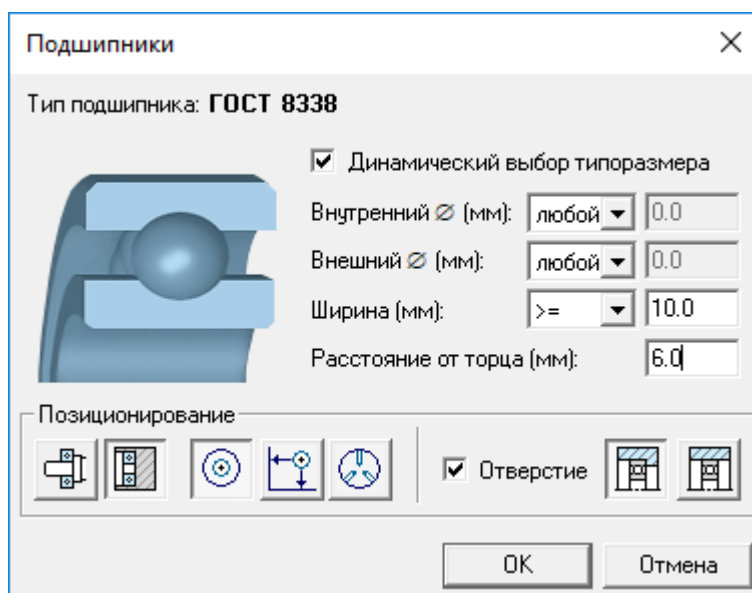
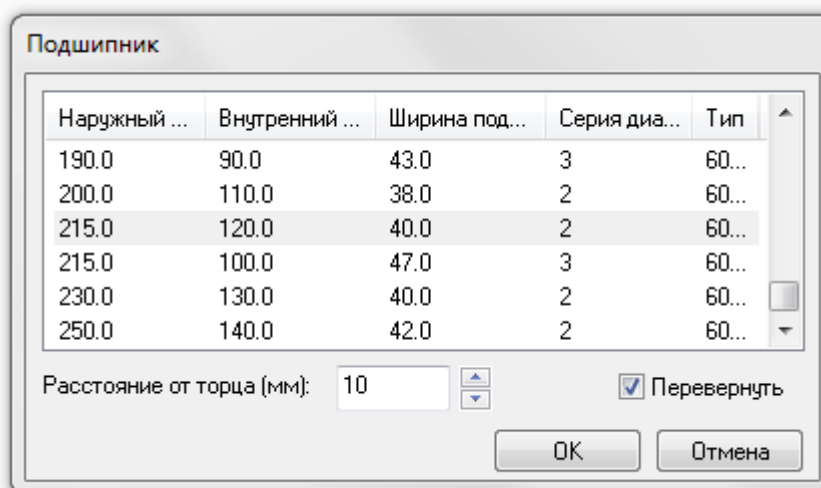

Рисунок 3-34
Рисунок 3-37
Тип и параметры размещения подшипников определяются в диалоговом окне, которое появляется после вызова команды **Инструменты/Cadmech/Подшипники** (Рисунок 3-34).
**Динамический выбор** - Рисунок 3-34. Типоразмер подшипника выбранного в слайдовом меню, может подбираться динамически (переключатель включен) или из таблицы **IMBASE** (переключатель выключен).
**Позиционирование** - Рисунок 3-34. С помощью переключателя в секции **Позиционирование** пользователю необходимо определить тип установки: **на вал** или **в корпус**. При выбранной установке **в корпус** дополнительно потребуется определить необходимость генерации отверстия и способ позиционирования («соосно», от «2-х ребер» или «радиально»).
**Расстояние от торца** - Рисунок 3-34. Данный параметр определяет расстояние между базовой плоскостью размещения и торцом подшипника.
После определения базовых элементов появится окно со списком типоразмеров подшипников, доступных в базе данных IMBASE (Рисунок 3-37), причем в этот список попадут только те типоразмеры, которые имеют внутренний диаметр, больше либо равный диаметру указанного базового цилиндра.
Данный список можно отфильтровать не только по внутреннему диаметру, но и по другим параметрам. В качестве возможных условий можно указать фильтр по внутреннему и внешнему диаметрам, а также по ширине подшипника (любой, >= - больше либо равно, <= - меньше либо равно). Для определения фильтра установите курсор в требуемое поле диалогового окна (Рисунок 3-34), задайте значение и укажите условие выбора.
При размещении подшипника накладывается ассоциативная связь с элементом вала, на который он устанавливается (Рисунок 3-34). Например, при изменении типоразмера подшипника автоматически изменяется диаметр шейки вала и осуществляется регенерация канавки с установленным в нее кольцом в соответствии с новым диаметром и наоборот (п.4.6.1).
Установку в корпус можно производить как в существующее отверстие, так и с формированием нового. При установке подшипника с формированием нового отверстия (переключатель **Генерация отверстия** включен - Рисунок 3-34) необходимо определить его тип: глухое или сквозное. Диаметр отверстия в данном случае будет определен автоматически исходя из внешнего диаметра подшипника.
Значение расстояния от торца, установленное в главном окне размещения подшипника (Рисунок 3-34) можно корректировать, введя требуемое значение в соответствующем поле (Рисунок 3-37).